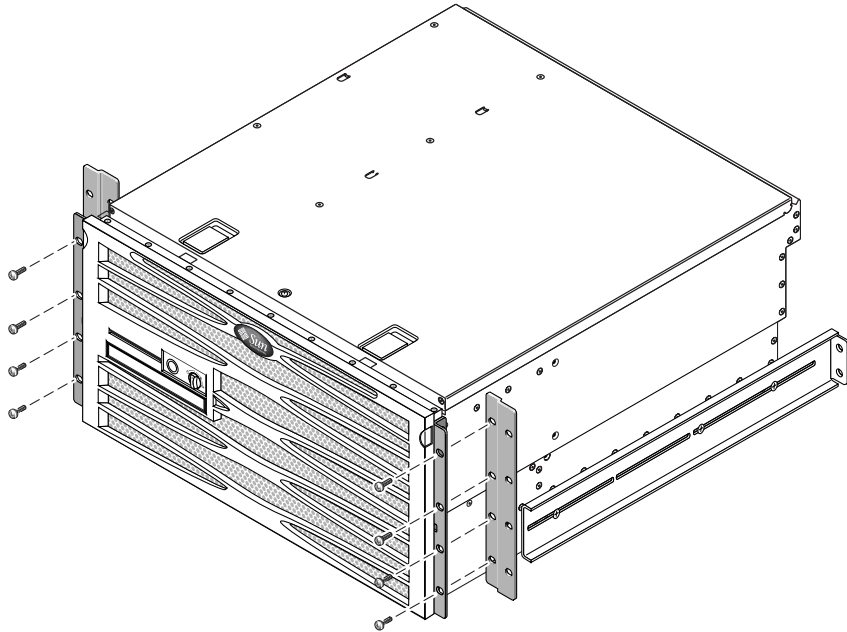

FIGURA 3-20 Fissaggio delle staffe di regolazione anteriori per rack da 600 mm alle staffe di montaggio anteriori
7. Utilizzando otto delle viti a testa piatta Phillips M5 × 8 mm fornite (quattro per ciascuna staffa), fissare le staffe di regolazione anteriori per rack da 600 mm alle staffe di montaggio anteriori (FIGURA 3-20).